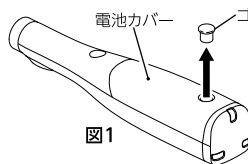

図1
- 1) ゴムカバーを細いマイナスドライバーで電池カバーから取り外します。(図1)